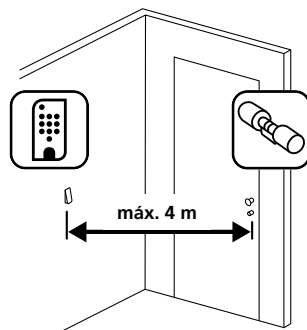

Fig. 1
- 1 Mantenga el teclado en la posición de montaje deseada (Fig. 1).
- 1 Realice tres taladros según las dimensiones indicadas en la figura. Utilice un taladro de 6 mm de diámetro (Fig. 1).